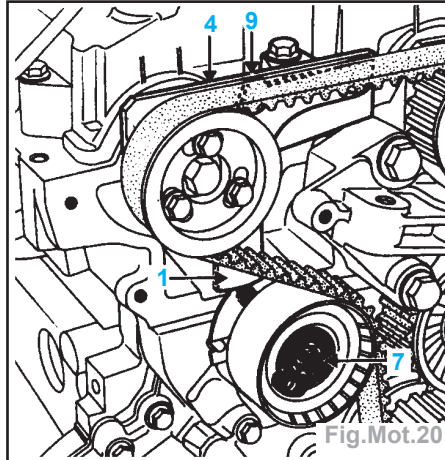
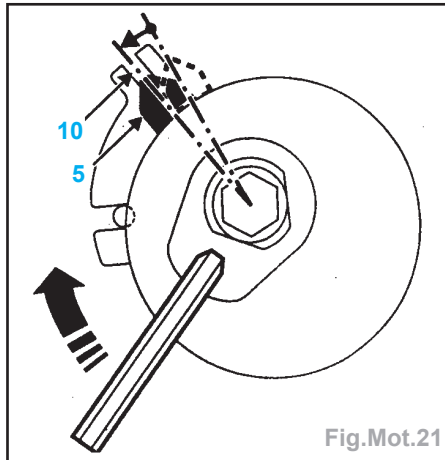

Fig.Mot.20
Fig.Mot.21
- Desserrer la vis (7) du galet tendeur tout en maintenant l'excentrique à l'aide de la clé six pans de 6 mm (Fig.Mot.20).
- Faire pivoter l'excentrique du galet tendeur dans le sens des aiguilles d'une montre, jusqu'à l'alignement de la face (9) de la languette (1) et de la face supérieure (4) du **Mot.1537**.
- L'index mobile (5) du galet tendeur doit se situer au milieu de la rainure (10) (Fig.Mot.21).